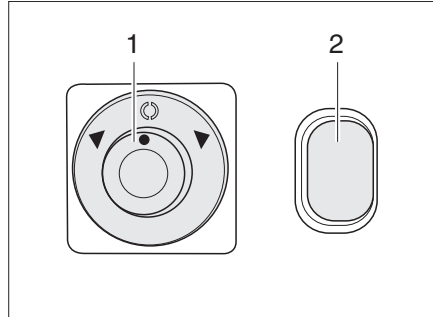

Bild 24 Schalter für elektrisch einstellbare Außenspiegel und Spiegelheizung
- Den Spiegel, der eingestellt werden soll, wählen. Dazu den Drehschalter (Bild 24,1) nach links oder rechts drehen.
- Den Spiegel durch Drücken des Schalters (Bild 24,1) in die entsprechende Richtung einstellen.
- Den Schalter (Bild 24,2) drücken. Die Kontroll-Leuchte im Schalter zeigt den Betrieb an.